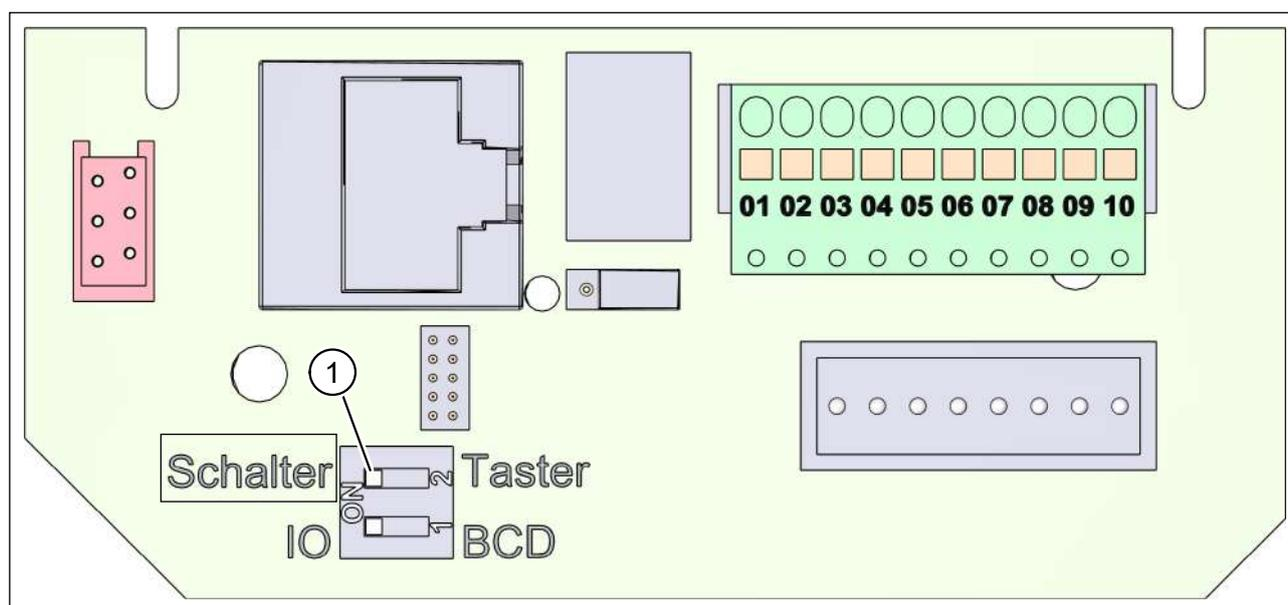

Fig. 36 : Carte de raccordement dans l'appareil d'aération avec affectation des bornes
Le commutateur DIP 2 (pos. 1 dans Fig. 36) est mis en usine sur la position « Taster (bouton-poussoir) ». Du fait du commutateur rotatif à trois positions, il faut mettre le commutateur DIP 2 sur la position « Schalter (commutateur) ».
- Mettez le commutateur DIP 2 de la carte de raccordement sur la position « Schalter (commutateur) » (voir pos. 1 dans Fig. 36 à la page 55).